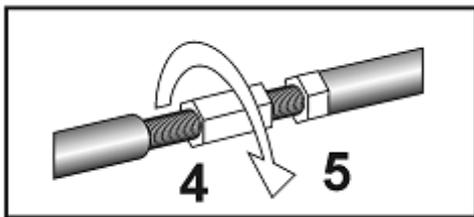

Рис. 2
Настройка формы кромки гибочной балки (4) позволяет изменять ее начальный нажим и влиять на лучший результат гибки. Регулировку следует делать при помощи римской гайки (4) рис. 2; 3.
Ослабить контргайку (5), а римской гайкой (4), как указано на рис. 2, покрутить по ходу часовой стрелки, благодаря этому получается большой начальный нажим (гибочная балка может выступать выше нижней балки максимально на 5 мм).